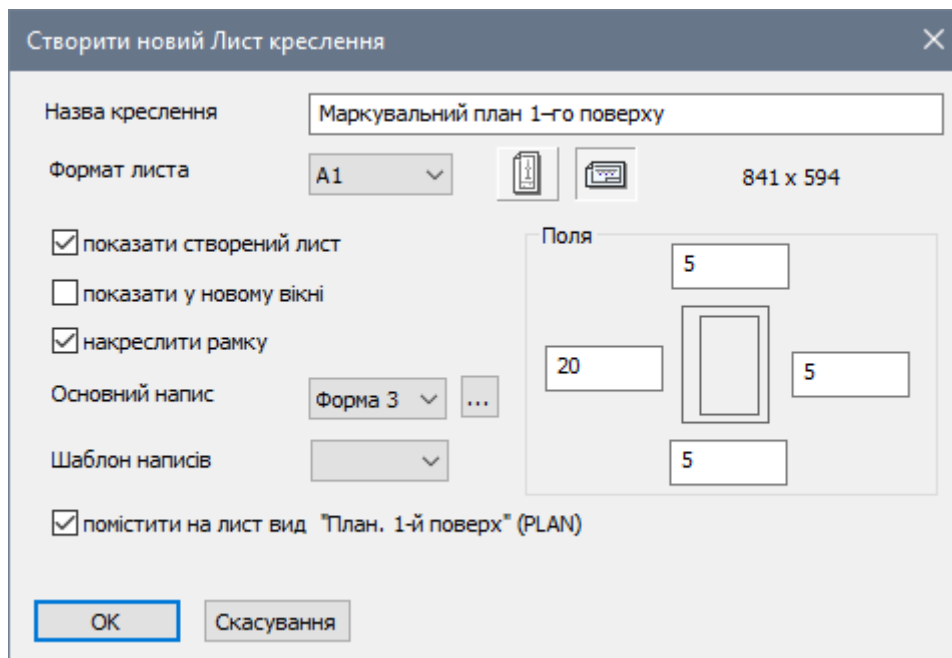

Рис. 27.15. Діалогове вікно Створити новий лист креслення
- Викличте діалогове вікно **Створити новий лист креслення** (рис. 27.15) натисканням по кнопці  – **Креслення** (панель **Листи** на вкладці **Види**).